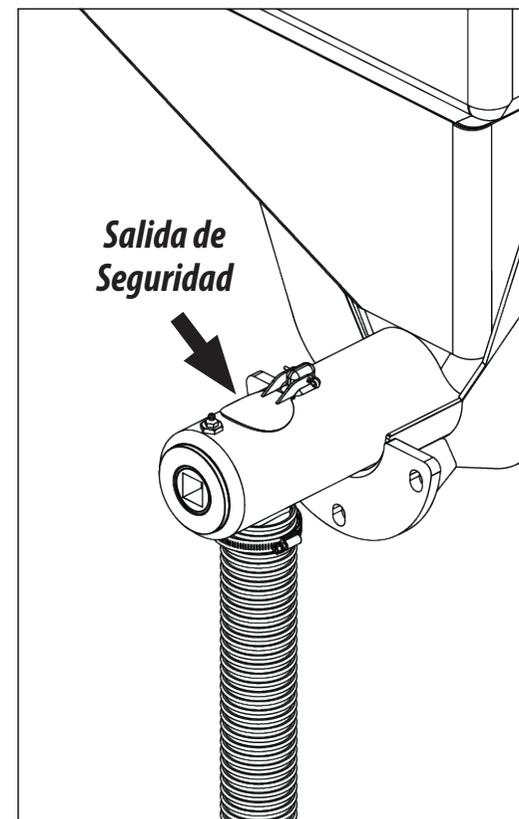

Figura 14
- 2- El sistema individual de distribución de alto caudal posee una salida de seguridad, pues si la manguera estuviera tapada, cuando el abono entra en el dosificador, este comenzará a perder por esta salida de seguridad, garantizando el funcionamiento del sistema sin dañarlo, conforme muestra la figura 14.